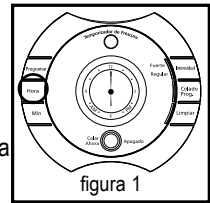
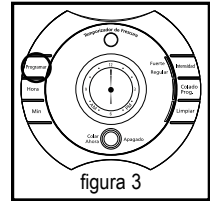
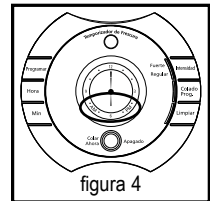

figura 1
figura 3
figura 4
2. Presione y mantenga oprimidos los botones de "Hora" y "Min" hasta que el reloj marque la hora actual. Los indicadores de AM o PM se encenderán en la parte inferior de la pantalla (Figura 1 & 2).
Mientras el panel digital esté en la modalidad de reloj, simplemente oprima el botón "Programar" (Figura 3) y programe la hora de colado presionando los botones de la "Hora" y "Min." (Figura 1 y 2). El indicador AM o PM se iluminará en la parte inferior del visualizador del reloj (Figura 4).